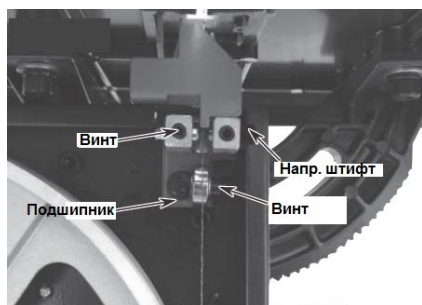

Рис. 13
См. Рис. 10 и рис. 13.
- Ослабьте винты (рис. 13) и отодвиньте направляющие штифты от боковых сторон пыльной ленты.